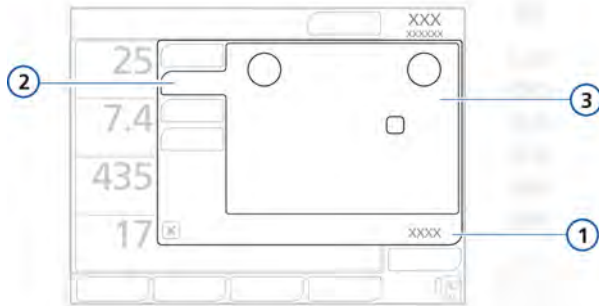

Figura 4-6. Más ajustes, ventana Controles
3. Abra la ventana **Controles** -> **Más** (figura 4-6), y seleccione y ajuste los parámetros que desee.
2. Abra la ventana **Controles** -> **Más** (figura 4-6), y seleccione y ajuste los parámetros que desee.